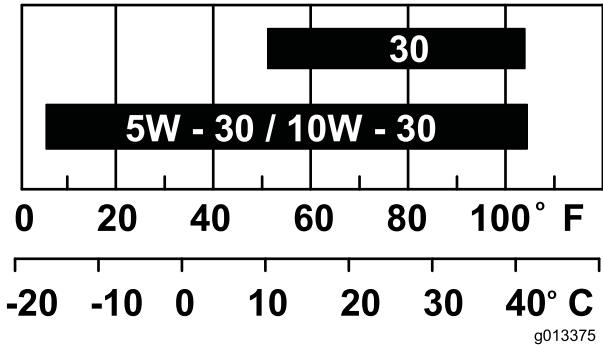

Figura 11
**Viscosidad:** consulte Figura 11.